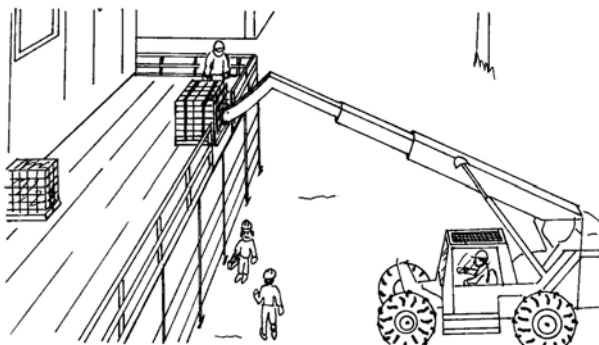

Figure 12
- Personne ne doit passer ou se tenir sous les éléments en position levée de tout chariot, que ce soit en charge ou à vide (**figure 12**).